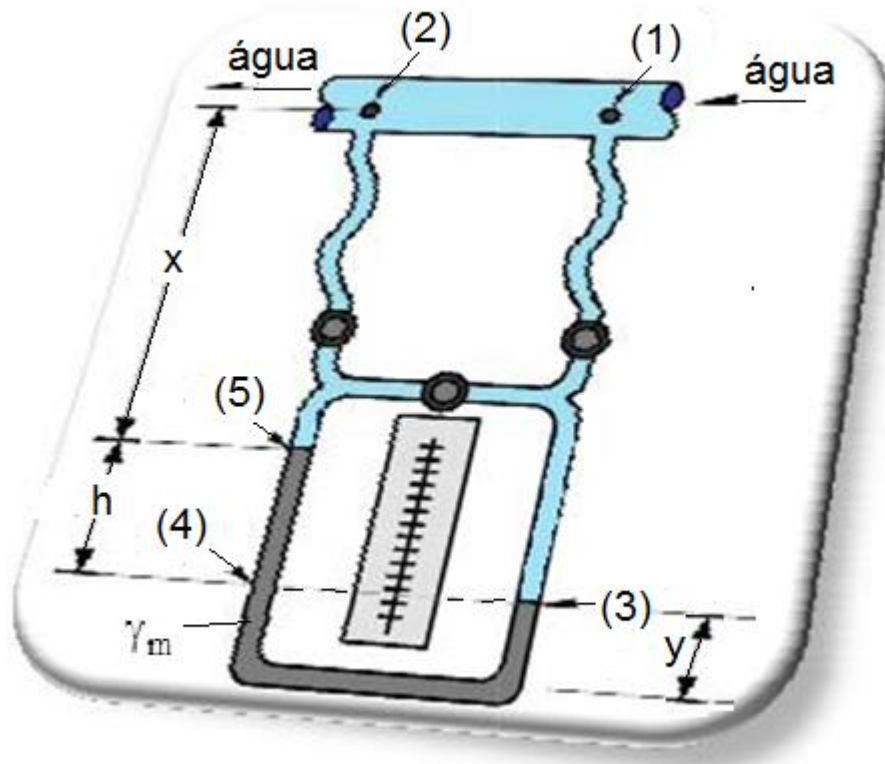

Figura 19
Adotando como referência o ponto (1) e aplicando-se a equação manométrica ao esboço representado pela figura 19, resulta:
Equação manométrica para a figura 19